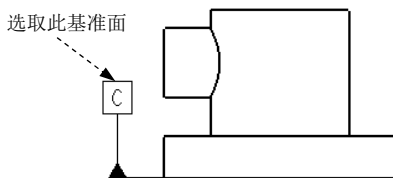

图 5.4.13 选取基准面
Step3. 在系统  为目标选择设置基准平面或轴. 的提示下，选取图 5.4.13 所示的基准面，系统弹出图 5.4.14 所示的菜单管理器。